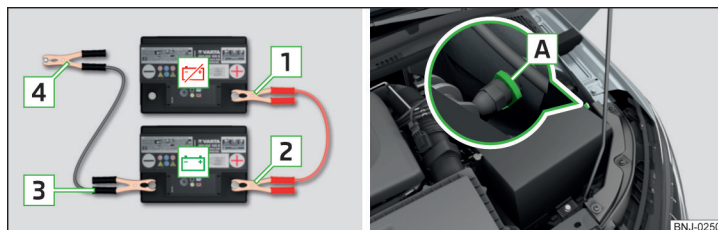

Fig. 267 **Pornirea asistată:** - bateria descărcată, - bateria furnizoare de curent/punctul de masă al motorului la sistem START-STOP
- La autovehiculele **cu** sistem START-STOP conectați clema la punctul de masă al motorului **A** » fig. 267.